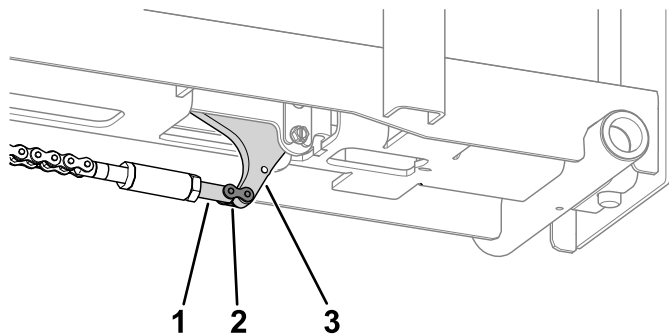

Figura 14
8. Utilice un eslabón de la cadena para instalar el tensor del eslabón de la cadena al tope de la rueda (Figura 14).